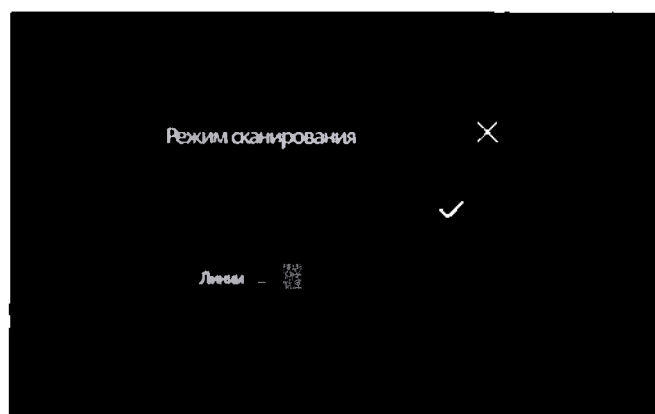

Рис. 3.52 – Выбор режима сканирования
3.7.7.2 При выборе пункта меню - «Режим сканирования» открывается окно (рис. 3.52), позволяющее выбрать нужный режим: «Линии» и «Точки».